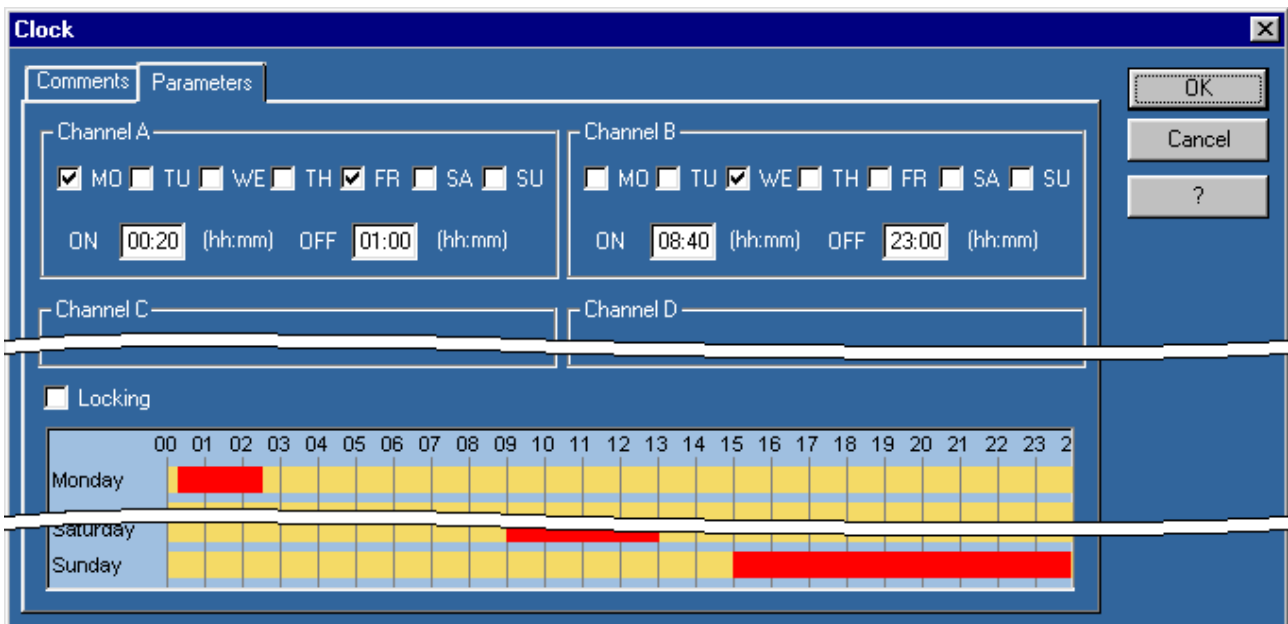

Рис. 3.6. Вікно налаштування каналів годинника реального часу
Кожен канал будь-якого годинника окремо програмується на формування одного інтервалу. Кожен годинник має лише один вихідний контакт (Contact). Вигляд вікна для налагодження годинників наведений на рис. 3.6.
Для налаштування годинника необхідно для кожного з чотирьох каналів (Channel A, Channel B, Channel C та Channel D) встановити прапорці для днів тижня, коли необхідно вмикати вихідний контакт та задати час увімкнення (ON) і вимкнення (OFF) контакту, див. рис. 3.6.